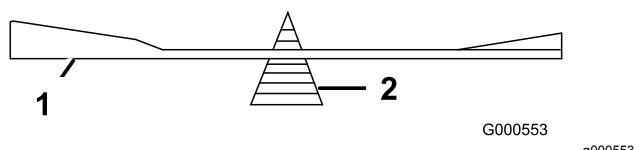

Figura 83
2. Controllate l'equilibrio della lama posizionandola su un bilanciatore (Figura 83).